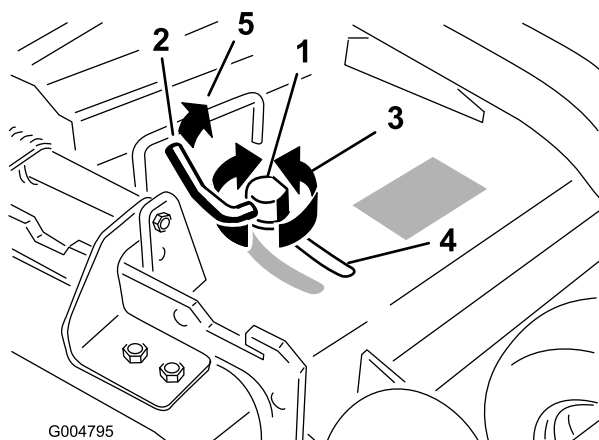

Figure 18
3. Pour régler le verrou à came, soulevez le levier pour desserrer le verrou (Figure 18).
5. Repoussez le levier à sa position d'origine pour serrer le déflecteur et le verrou (Figure 18).